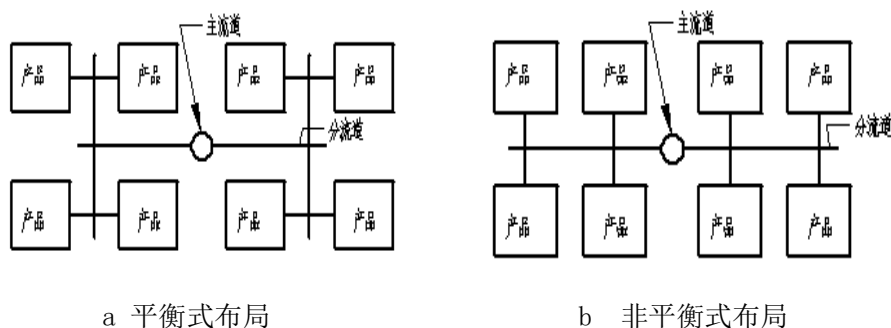

图 3-4 多腔产品进浇方式
5. 产品排位优先采用平衡式排布，这样有利于注塑机调机。当采用非平衡式排布时，应通过改变浇口的大小来调整注塑平衡。如图 3-4 所示